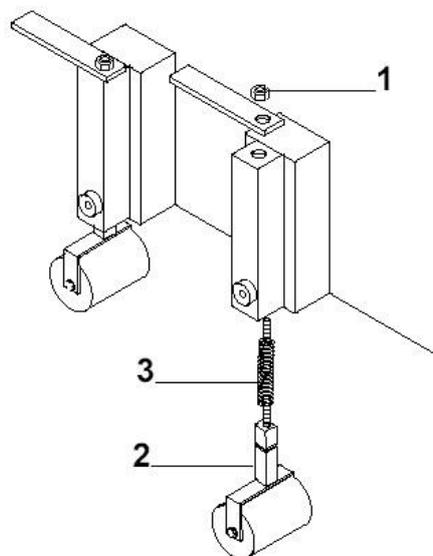

Fig. 57
3. Dévisser l'écrou qui arrête le goujon fileté (Fig. 57/1).
4. Déboîter l'ensemble rouleau-fourchette-goujon fileté de la partie inférieure (Fig. 57/2).
5. Remplacer le ressort (Fig. 57/3).